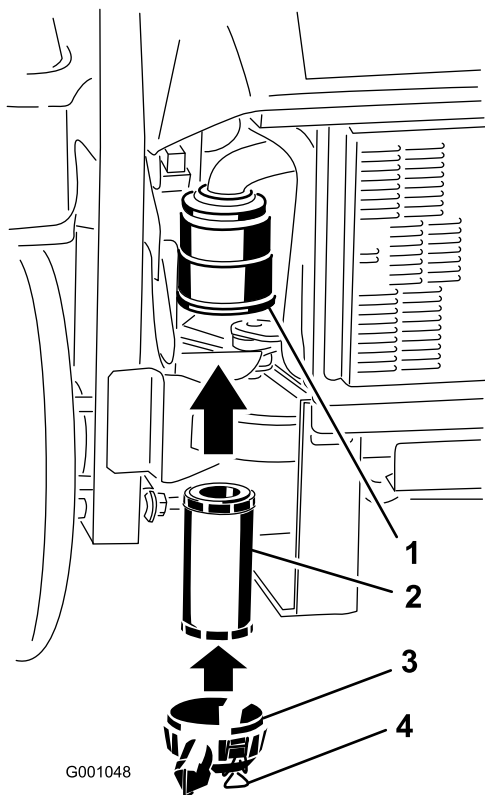

Figura 40
2. Inserite con cautela il filtro nel relativo corpo (Figura 40). Premete sul bordo esterno del filtro mentre lo inserite, per accertarvi che venga inserito a fondo.
3. Montate il coperchio del filtro dell'aria ed i dispositivi di fermo (Figura 40).